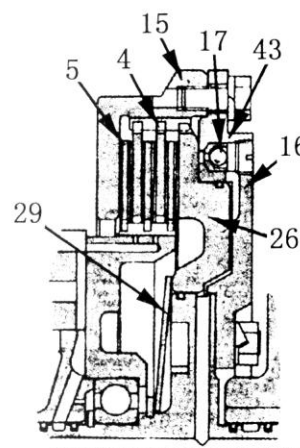

Рис. 5-30.
При сбросе давления масла от управляющего клапана шарик (17) может под действием центробежной силы сместиться в направлении, указанном стрелкой (Рис. 5-30). При этом открывается отверстие в корпусе клапана, и масло стекает в него.